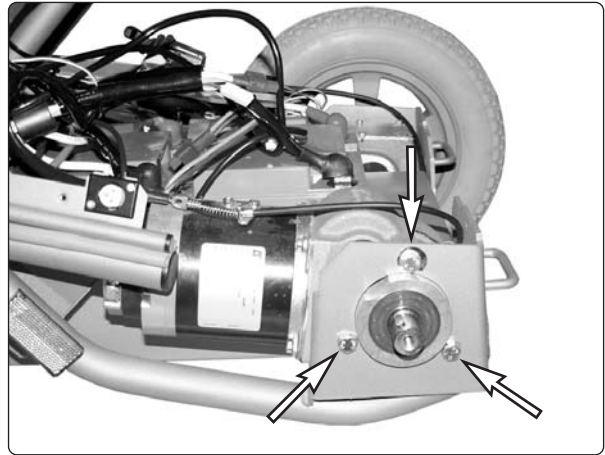

Abb. 33. Befestigungsschrauben Antriebsmotor.
10. Lösen Sie die drei Befestigungsschrauben des Antriebsmotors, siehe Abb. 33.